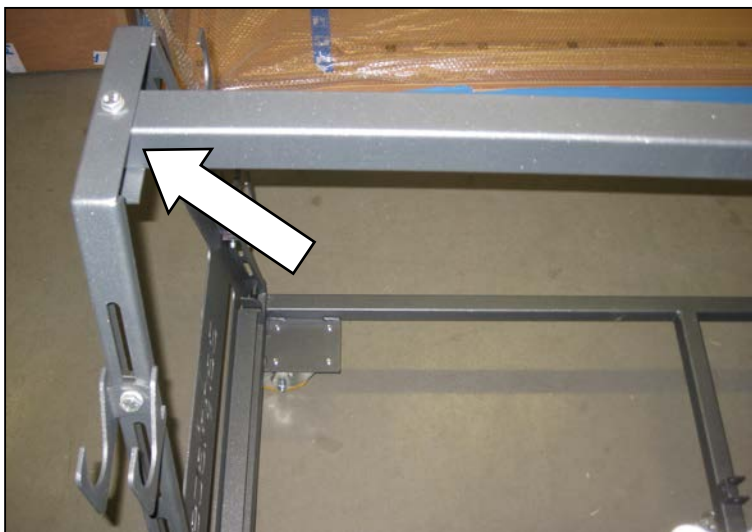

Bild 3
**3)** Montageschritt 2 (Bild 3):